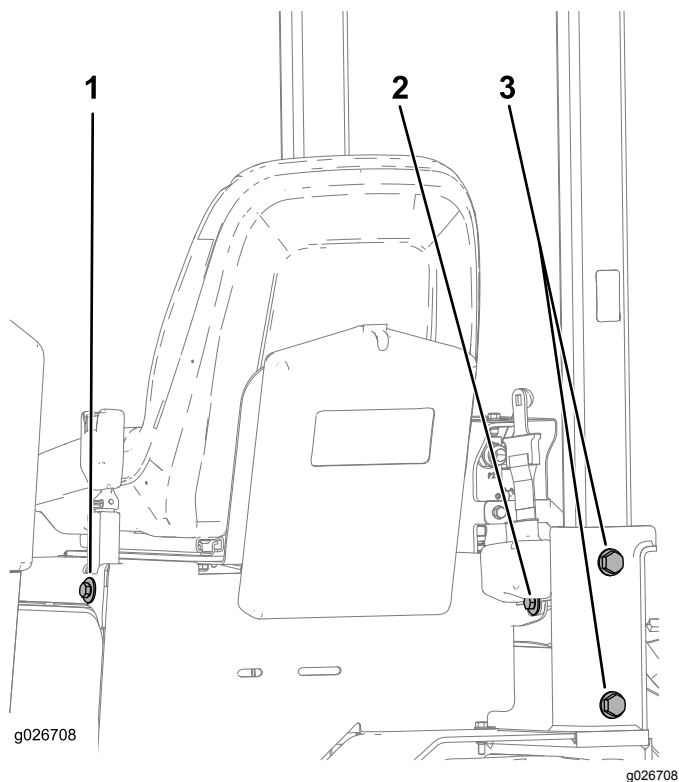

Рисунок 49
1. Убедитесь, что 4 болта, которые крепят штангу ROPS к шасси машины, затянуты с моментом от 203 до 223 Н·м; см. Рисунок 49.
2. Убедитесь, что болты и гайки, крепящие механизм втягивания ремня безопасности и пряжку ремня безопасности к сиденью, затянуты с моментом от 104 до 115 Нм; см. Рисунок 49.